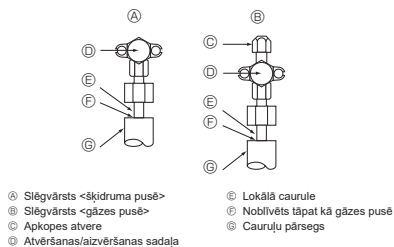

Fig. 4-4
4.4. Aukstumāģenta cauruļu hermētiskuma pārbaudes metode (Fig. 4-4)